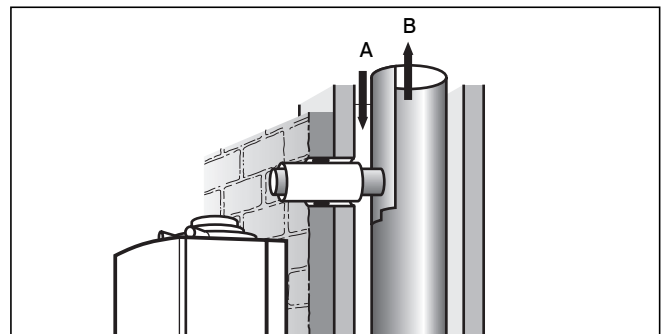

Abb. 6.12 Abgasrohr auf Länge kürzen und Luftrohr einsetzen
- Erstellen Sie am Luft-Abgas-System einen Anschluss gemäß Abb. 6.12 und entsprechend den Montagemaße in Kapitel 3. Diese Abmessungen erlauben die seitliche Geräteinstallation oder die Installation unmittelbar an der Vormauerung.